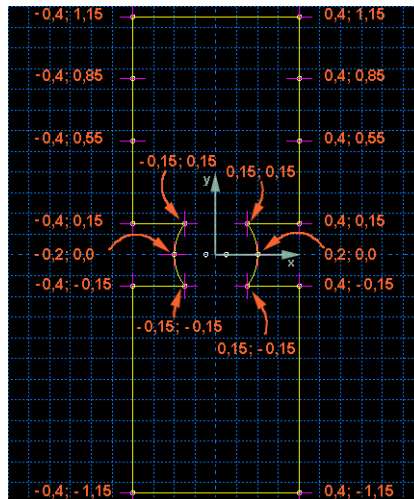

Abbildung 4: Sketch mit Koordinaten  $(x, y)$ , Ursprung in der Mitte
4. Geben Sie einen beliebigen Namen ein und wählen Sie die ungefähre Größe der Zeichnung. Vorschlag: **Approximate Size** = 3. So entsteht ein Gitter von 3x3 Größeneinheiten4, in das die Zeichnung aus Abbildung 4 hineinpasst.
8. Geben Sie alle Koordinaten aus Abb. 4 ein. Klicken Sie dazu auf **Create Isolated Point** . Anschließend geben Sie die Koordinaten nacheinander in der Eingabezeile unten ein - z.B. 0.4,1.15 und dann auf ENTER. Alternativ können Sie die Punkte direkt mit der Maus im Gitter anklicken.
10. Klicken Sie auf **Create Lines: Connected** . Verbinden Sie nacheinander die übrigen Punkte mit Linien so, dass wie in Abb. 4 nur die Außenkontur zu sehen ist. Es muss sich um eine geschlossene Linie ohne Verzweigungen handeln. Das Ende einer Linie legen Sie fest, indem Sie mit der rechten Maustaste in das Arbeitsfenster klicken und **Cancel Procedure** wählen.